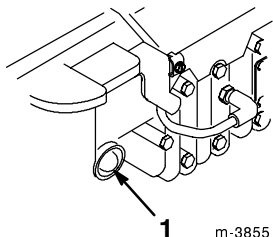

Figure 11
2. Appuyez trois fois sur l'amorceur (cinq fois si la température est égale ou inférieure à 13°C) en marquant une pause de deux secondes chaque fois (Fig. 11).